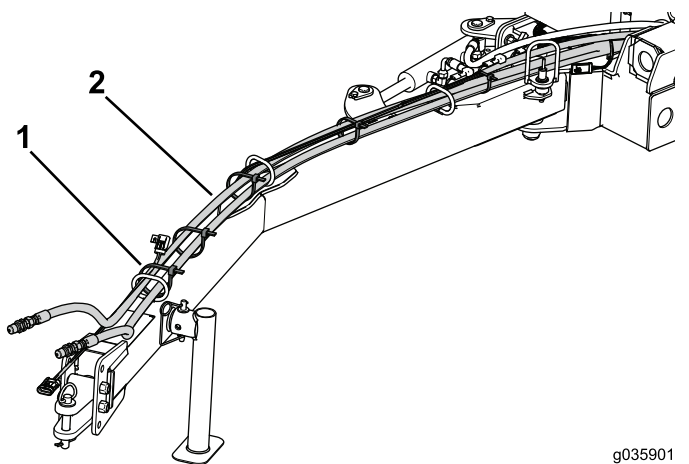

Figura 25
- Utilizzate fascette per cavi per assicurare il cablaggio preassemblato ai flessibili idraulici (Figura 25).